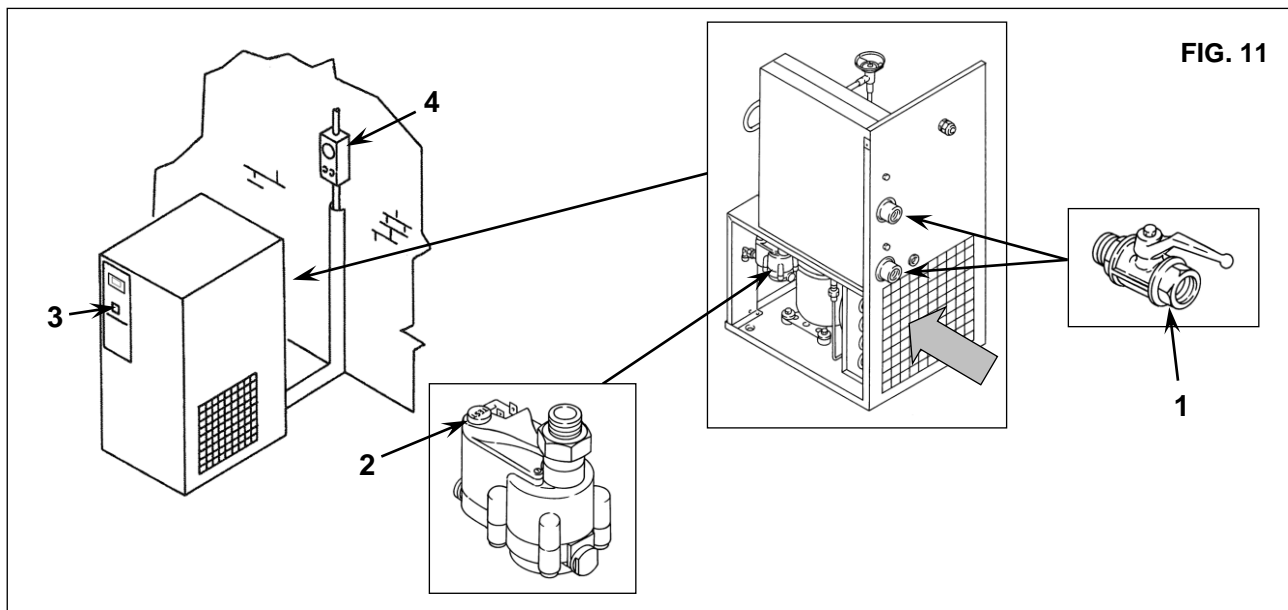

FIG. 11
- Închideți robinetele ref.1 fig. 11
- Eliberați presiunea din uscător prin apăsarea butonului de evacuare a condensului, "TEST", poziționat pe capcana de abur Ref. 1 fig. 11
- Opriți utilajul prin apăsarea butonului STOP ref. 3 fig. 11
- Deschideți întrerupătorul automat diferențial de alimentare ref. 4 fig. 11